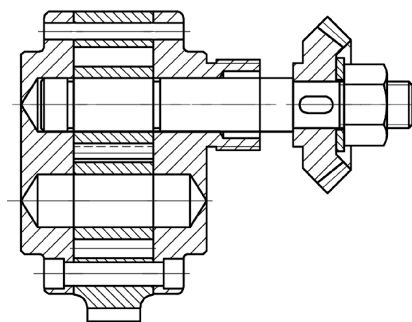

图 14-69 删除并修剪多余直线
(7) 删除并修剪多余直线。单击“默认”选项卡“修改”面板中的“删除”按钮, 将多余直线删除; 再单击“默认”选项卡“修改”面板中的“修剪”命令, 对多余直线进行修剪, 结果如图 14-69 所示。